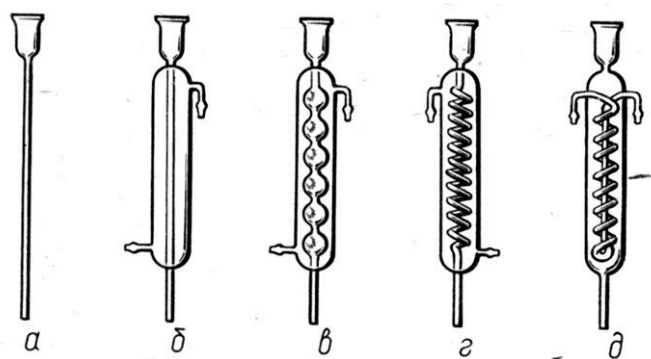

Рис.21. Холодильники: а) повітряний; б) Лібіха; в) кульковий (Аліна); г) змієвиковий із
**Холодильники.** Скляні лабораторні холодильники призначені для конденсації та охолодження газів і парів. При перегонці висококиплячих рідин ( $t_{\text{кип.}} > 160^\circ\text{C}$ ) використовують повітряні холодильники (рис.21а). Це достатньо довгі трубки з тонкостінного скла, діаметром 10 – 20мм. Трубку можна закріплювати в горлі колби за допомогою пробки або припаяного скляного шліфа.
При перегонці низькокиплячих рідин ( $t_{\text{кип.}} < 160^\circ\text{C}$ ) звичайно використовують низхідні прямі водяні холодильники Лібіха – тип ХПТ (рис.21б), в яких охолоджуюча вода з водопровідного крану поступає через нижній відросток холодильної сорочки і виходить через верхній відросток. Необхідно слідкувати, щоб потік води не переривався. При виборі холодильника необхідно враховувати, що чим нижча температура кипіння рідини, яку переганяють, тим довший повинен бути холодильник. Холодильники Лібіха випускаються без конусів і з конусами, з довжиною охолоджуючої сорочки 100, 200, 300, 400 і 600мм.
**Кулькові холодильники (Аліна)-** тип ХШ (рис.21в) із зовнішнім охолодженням з 4÷8 кульками використовують в якості оборотних при нагріванні і кип'ятінні рідин. Через кулькові холодильники зручно вводити в реакційний посуд речовини, що сприяють рівномірному кипінню, доливати рідини або пропускати газуваті речовини.
**Змієвикові холодильники із зовнішнім охолодженням** (рис.21а) використовують головним чином як низхідні, особливо коли потрібно конденсувати пари легколетких рідин, які поступають зверху вниз. В такому випадку колбу для перегонки за допомогою спеціальних згинів з'єднують з муфтою холодильника.
**Змієвикові холодильники Дамрота** (рис.21б) з внутрішнім охолодженням використовуються як низхідні і оборотні.